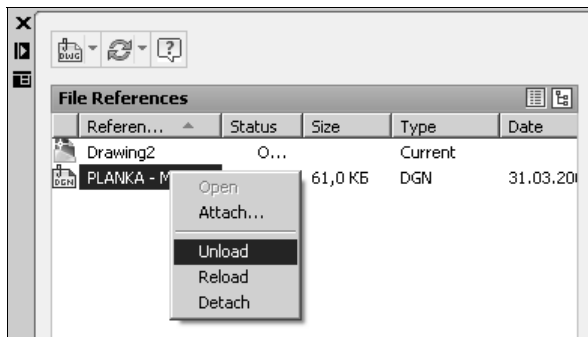

Рис. 18.23. Контекстное меню для управления подложками
2. На открывшейся палитре внешних ссылок **External References** (Внешние ссылки) выделите строку с именем изображения, щелкните правой кнопкой мыши и выберите из контекстного меню **Unload** (Выгрузить) или **Reload** (Обновить) (рис. 18.23) для временной выгрузки или восстановления обновленного рисунка на чертеже.